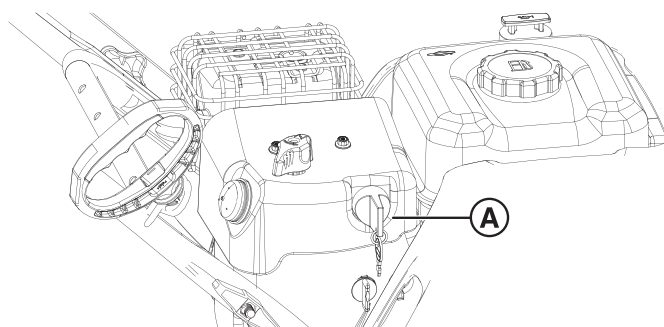

Рис. 8
1. Поверните ключ зажигания (A, Рис. 8) в положение ВЫКЛ. Выньте ключ зажигания или извлеките ключ ВКЛ/ВЫКЛ.